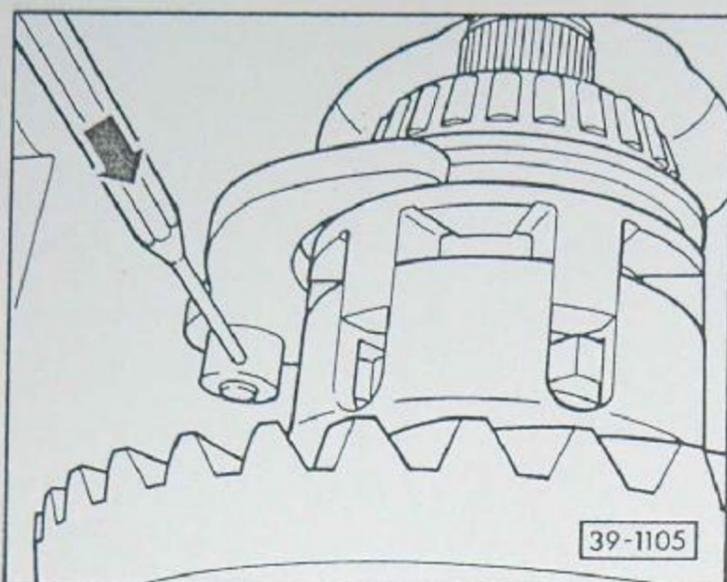

Fig. 5 Douille de serrage de la fourchette de commande: extraction
- Extraire – fig. 5
- Déposer – fig. 5